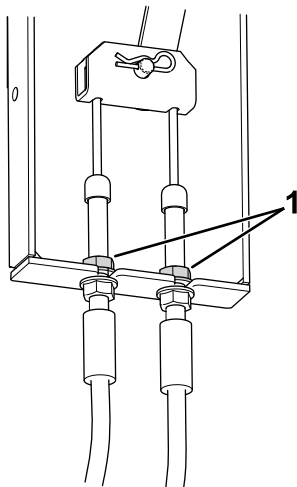

Figura 71
3. Localice el soporte del cable de freno (Figura 71), debajo del lado izquierdo de la máquina, cerca de la rueda izquierda.